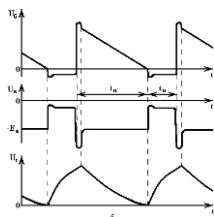
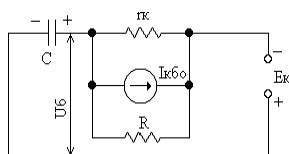

Рис.1.1
Рис.1.2
3. Объяснить характер временной диаграммы БГ с ОЭ на рис.1.1 и принцип составления эквивалентной схемы на рис.1.2.